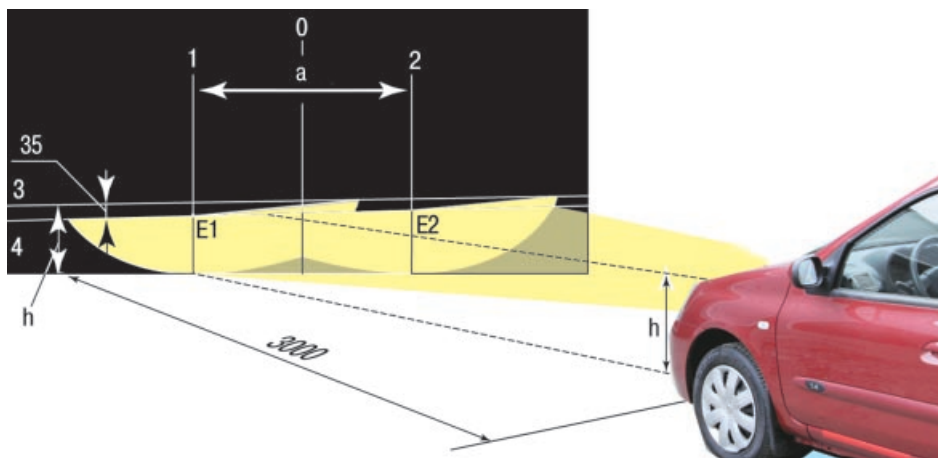

Рис. 10.3. Регулировка света фар
2. Установите автомобиль перпендикулярно гладкой стене (например, в гараже) на расстоянии 3 м. Положите на сиденье водителя груз массой 75 кг. Разметьте на стене экран, как показано на рис. 10.3. Продольная плоскость симметрии автомобиля должна проходить по линии 0 на экране. Вертикальные линии 1 и 2 расположены на равном расстоянии от линии 0. Расстояние А между линиями 1 и 2 должно быть равно расстоянию между центрами ламп ближнего света фар. Качните автомобиль сбоку, чтобы самоустановились пружины подвесок.